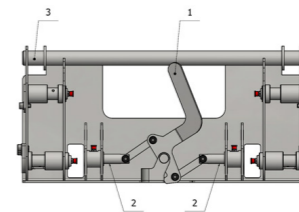
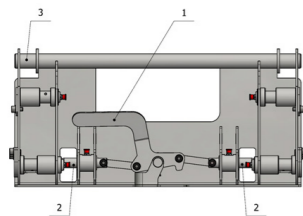

Figure 6 : Pince rapide déverrouillée
Figure 7 : Pince rapide verrouillée
3. En ouvrant le levier (pos. 1, figure 6 : Faites glisser les goupilles de la pince rapide (2) en position verticale.
4. Lors de la manipulation du chargeur et de la pince rapide, les goupilles de serrage (3) de l'attache rapide doivent être pris dans les sièges du dispositif accessoire.
5. Ajustez le DA en inclinant la pince rapide de sorte que les trous de l'outil de travail soient en face des goupilles (2) de l'attache rapide.
6. Fixez le DA en faisant glisser les goupilles (2) dans le trou de l'outil de travail, abaissez les leviers (1) à la position d'origine (horizontale) (figure 7 : Pince rapide verrouillée).